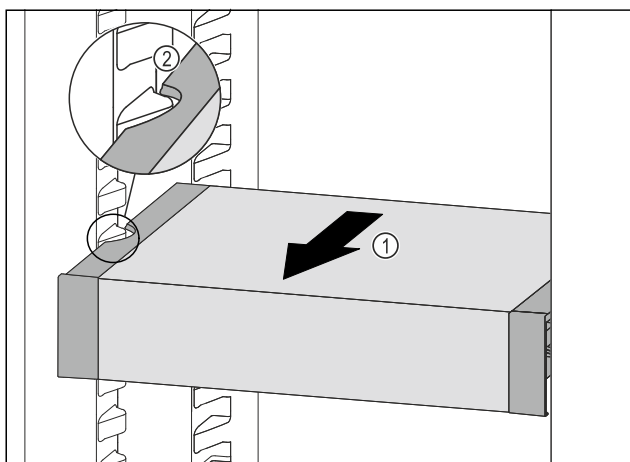

Fig. 123
- VarioSafe ťahajte dopredu Fig. 123 (1), kým sa bočné vybrania VarioSafe nebudú nachádzať vo výške rebra nádoby v chladničke. Fig. 123 (2)